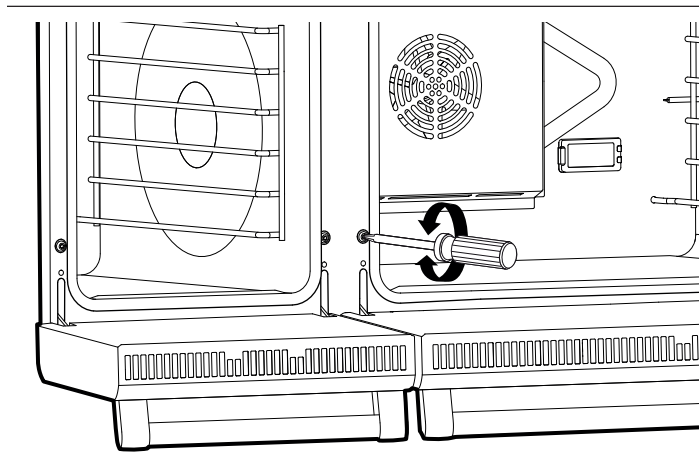

Figure 6 : Vis d'ajustement des charnières
4. Si la porte ou la poignée semble légèrement inclinée d'un côté ou de l'autre, vous pouvez ajuster l'inclinaison en vissant ou dévissant à l'aide d'un grand tournevis Torx T-20 la vis Torx de la charnière, située directement au-dessus de la fente de la charnière. Tournez la vis jusqu'à ce que la porte soit correctement alignée (Figure 6).